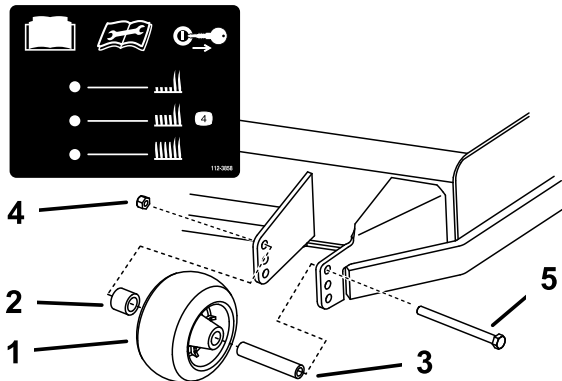

Figura 30
3. Ajuste los rodillos protectores del césped, tal y como se muestra en la Figura 30.